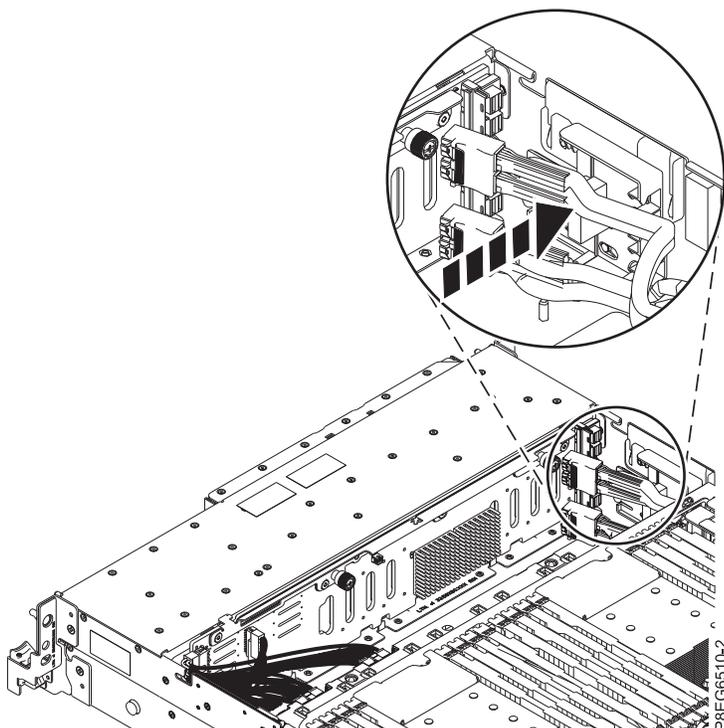

Abbildung 20. Abziehen und erneutes Anschließen der vorderen SAS-Kabel
6. Ziehen Sie das vordere SAS-Kabel aus dem Führungsblock an der Seite des Chassis und schließen Sie es erneut an (wie dargestellt in Abb. 20).